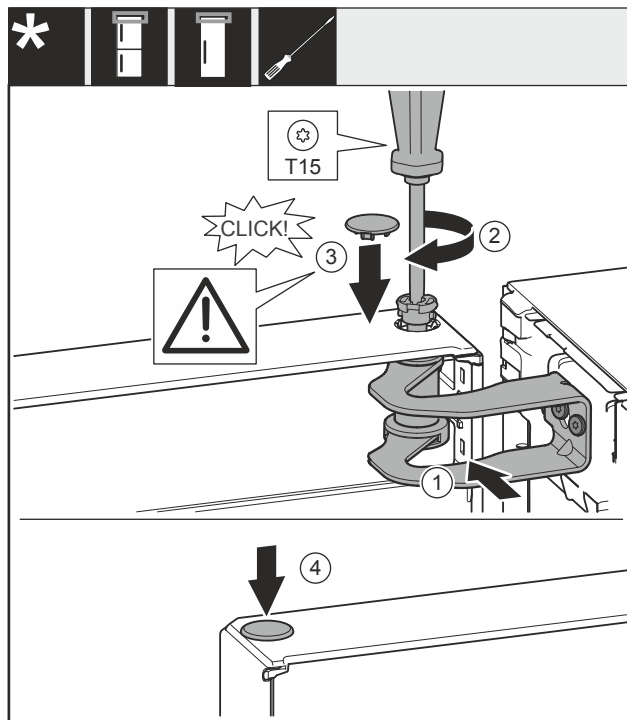

Fig. 37
- ▶ Выровняйте дверь по отверстию в опорном кронштейне Fig. 37 (1).
- ▶ Вставьте палец Fig. 37 (2) и затяните отверткой.
- ▶ Установите крышку Fig. 37 (3).
- ▶ Проследите за тем, чтобы крышка Fig. 37 (3) прилегала к дверям.
- ▶ Установите крышку Fig. 37 (4).